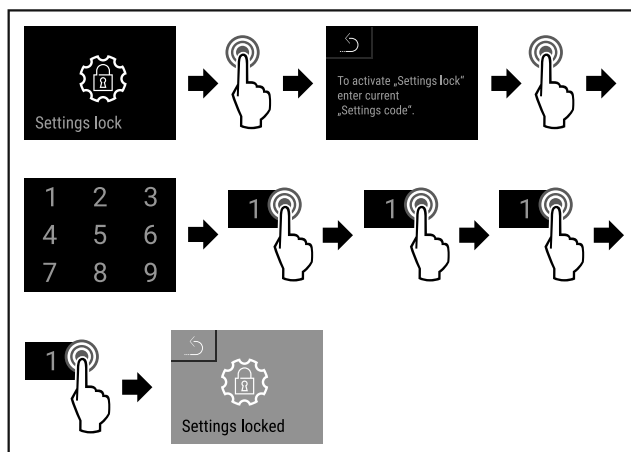

Fig. 88
- Eseguire i passi (vedere Fig. 88).